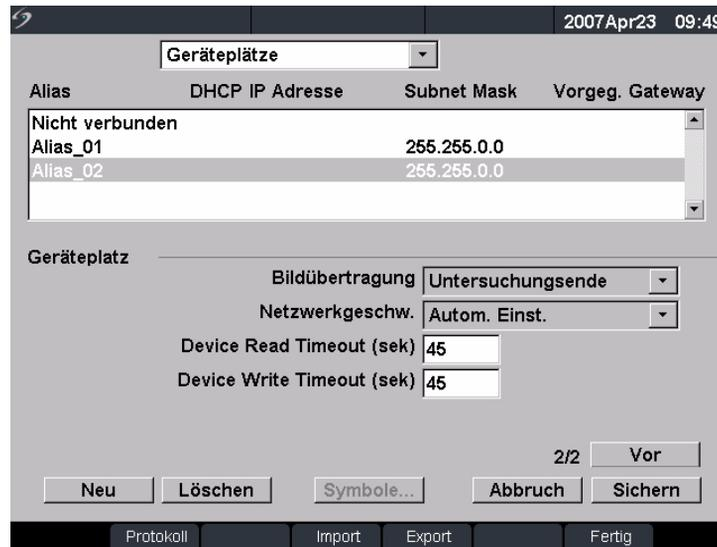

Abbildung 5 Konfiguration der DICOM-Geräteplätze (Seite 2)
- 1 Netzwerkdaten in die folgenden eingeben. Siehe Abbildung 5.